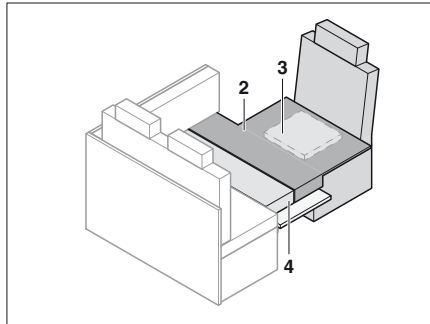

Bild 189 Efter ombyggnaden
- Lägg på extradynorna som visas på Bild 189.